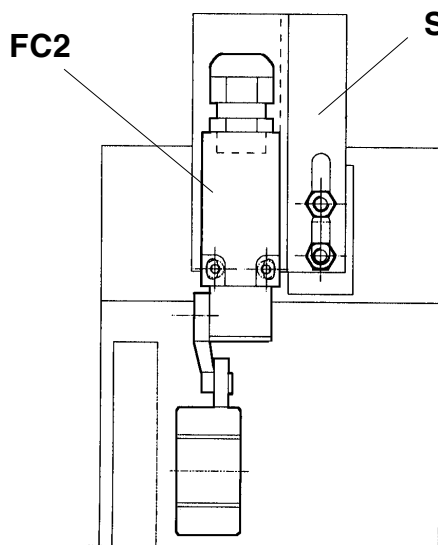

Fig. 19
pericolosa (vedi anche istruzioni uso del sollevatore cap.5). Se ciò non avviene registrare il micro **FC2** (Fig. 19) tramite le viti del supporto (S).
ground. Then the lift will continue to descend but at the same time the alarm will sound to warn the operator that the footboards are at a dangerous height (also see instructions for using the lift, Chapter 5.). If this does not happen, adjust the microswitch **FC2** (Fig. 19) using the support screws (S).
sich, um dem Bediener die gefährliche Fahrschienenhöhe zu melden (siehe auch "Anweisungen für die Bedienung der Hebebühne" Kapitel 5). Sollte diese Funktion nicht erfolgen, den Mikroschalter **FC2** (Abb. 19) über die Schrauben der Halterung (S) einstellen.
arrive à une hauteur de 12 ou 15 cm du sol et la reprendre en même temps qu'un avertisseur sonore s'enclenche pour signaler à l'opérateur que les chemins de roulement se trouvent à une hauteur dangereuse (voir aussi le mode d'emploi du pont élévateur au chapitre 5). Si cela ne se vérifie pas, il faut régler le microrupteur **FC2** (Fig. 19) en intervenant sur les vis du support (S).
Durante la bajada, el elevador debe pararse a una altura de 12-15 cm. del suelo. Luego la bajada continúa, pero contemporaneamente suena la sirena para avisar al operador de que las tarimas se encuentran a una altura peligrosa (ver también las instrucciones de uso del elevador cap. 5). Si esto no sucede, ajuste el microinterruptor **FC2** (Fig. 19) mediante los tornillos del soporte (S).